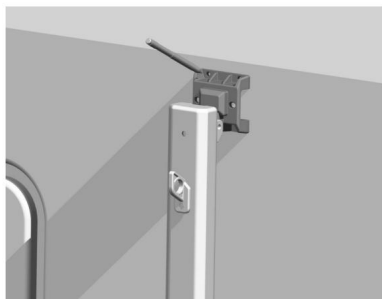
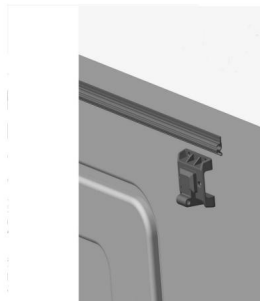

Rysunek C4
Rysunek C5
3.1 Wyjmij szynę materiałową i przymocuj ją na zewnątrz nadwozia pojazdu za pomocą śrub B (rysunek C4). Szynę materiałową należy zainstalować poziomo, a jeśli nie, należy ją wypoziomować (powinien być dostarczony blok amortyzujący) (rysunek C5). Jeśli nadwozie pojazdu jest wstępnie wyposażone w szczelinę do wkładania materiału, ten krok można pominąć, a materiał nie ma potrzeby korzystania z kolei.